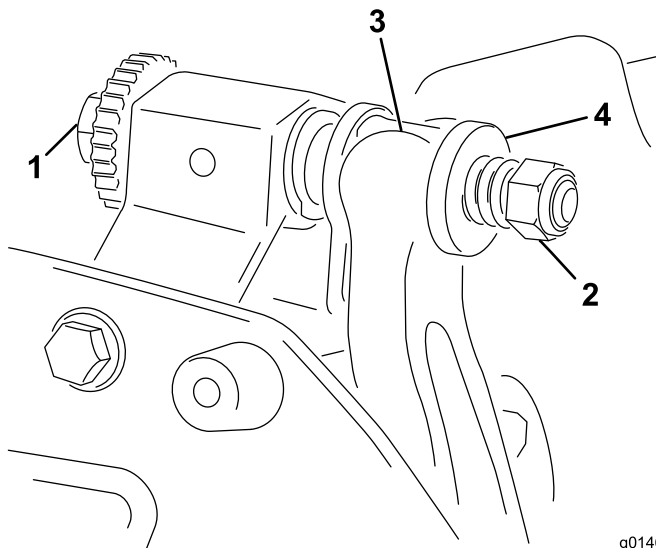

Figura 24
1. Gire el tornillo de ajuste de la barra de asiento en sentido antihorario para alejar la contracuchilla del molinete (Figura 24).
2. Afloje la tuerca de tensado del muelle hasta que el muelle deje de presionar la arandela contra la barra de asiento (Figura 24).